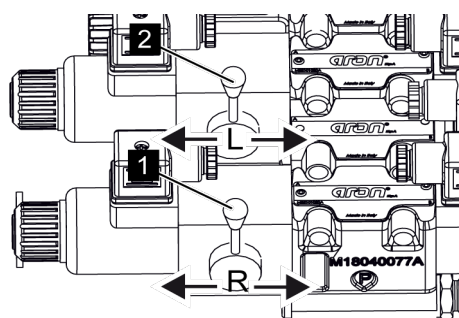

Fig. 95: Déplacement du système d'entraînement à chenilles
3. → Pour déplacer le **système d'entraînement à chenilles droit**, appuyer simultanément sur le bouton vert du mode d'entretien, et actionner le levier de secours avant (Voir la Fig. 95/1) :
Pour déplacer le **système d'entraînement à chenilles gauche**, appuyer simultanément sur le bouton vert du mode d'entretien, et actionner le levier de secours arrière (Voir la Fig. 95/2) :